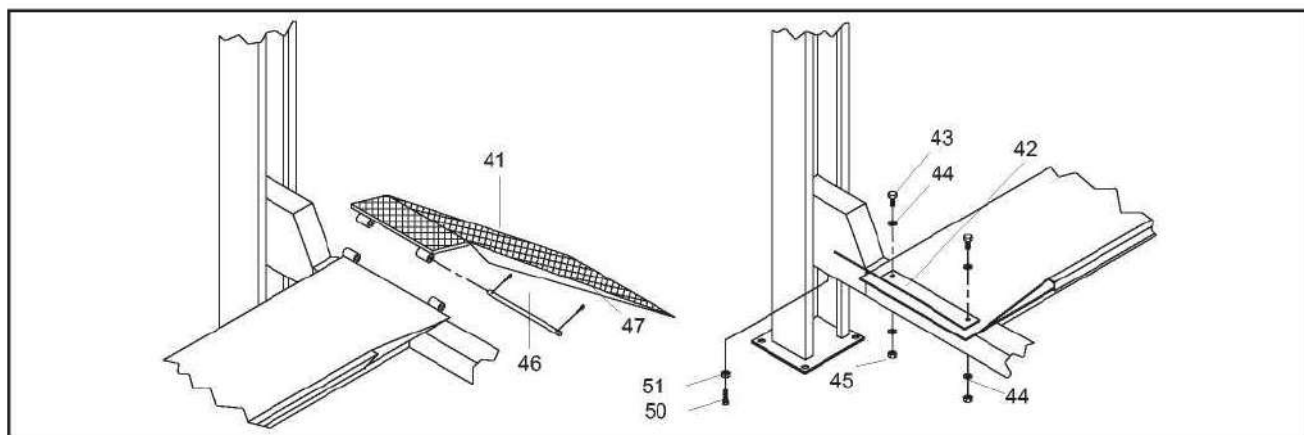

Рис. 56
Заезды (41, рис. 56) и тормоза колес (42) можно установить с обеих сторон платформ (7-8), в соответствии с пожеланиями владельца. Вставьте с нужной стороны заезды (41) и закрепите шпилькой (46), а аотом закрепите винтами M10x25 (43), шайбами Ø11x30 (44) и гайками M10